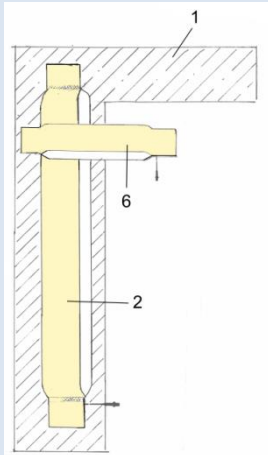

Bild 14
- Für einen Start-/ Haltepunkt des Abdichtkissens Nr. 1 oder 2 ist eine temporäre Halterung Art.-Nr. 83.1 MHV (Bild 14) einzulegen.